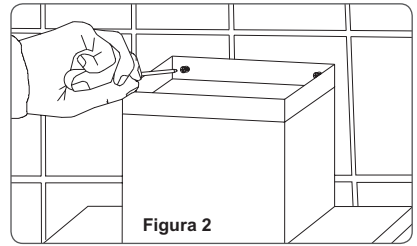

Figura 2
- 3 Fixe a parte superior do corpo da coifa com 2 parafusos (figura 2). Retire o filtro de alumínio e coloque os 2 parafusos que fixam a parte interna da coifa (B na figura 1).